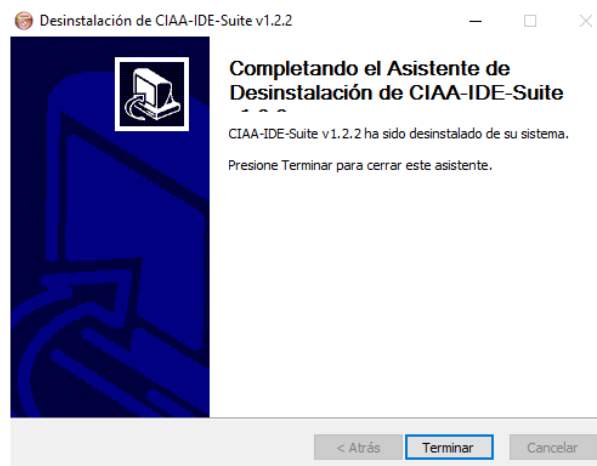

Figura 23: Desinstalación del programa.
- **Paso 4:** Finalmente se presenta una ventana como la Figura 23. Sobre ella debe hacer click sobre *Terminar*.